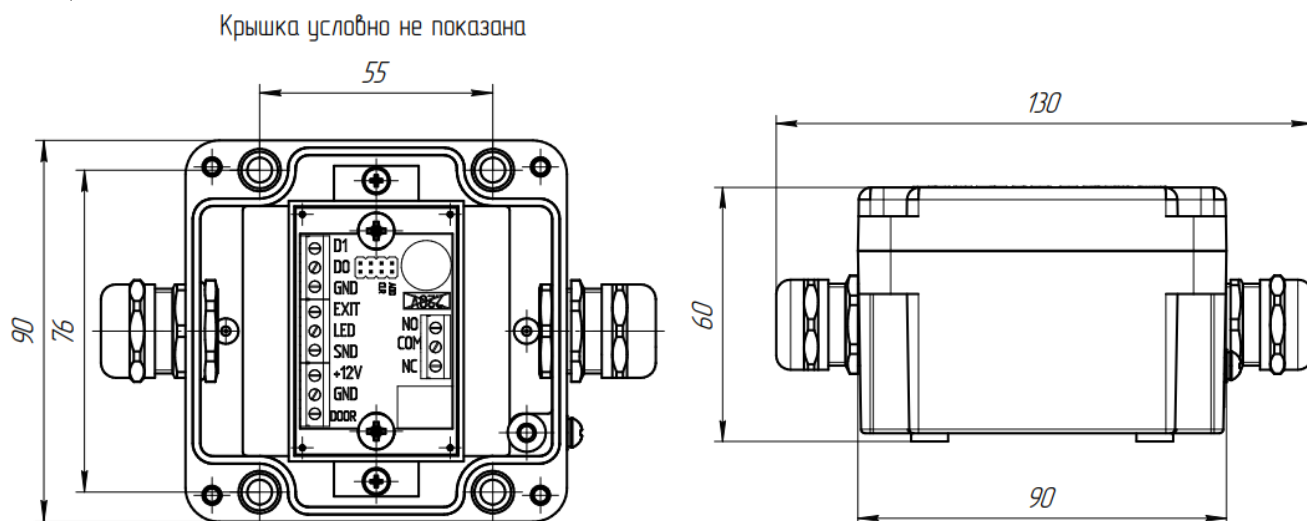

Рис.3. Габаритные и установочные размеры.
В комплект поставки контроллера входит перемычка, которая используется для программирования контроллера (всего пять положений) (см. рис.3).
6.3 Габаритные и установочные размеры считывателя показаны на рис.3
6.6.2 Разметьте и просверлите отверстия для крепления корпуса контроллера (рис. 3).